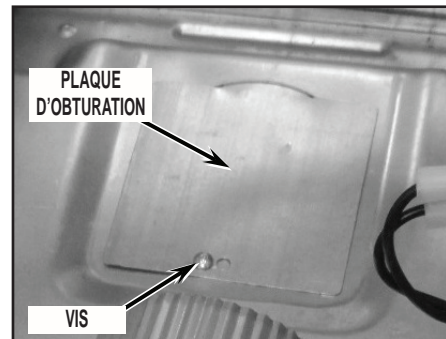

FIGURE 23
**REMARQUE :** Si la sècheuse était auparavant configurée pour la décharge par le bas, installer la plaque d'obturation métallique depuis l'intérieur de la sècheuse pour obturer dans le panneau inférieur le trou de sortie du conduit de décharge précédent extrait; utiliser la vis de fixation fournie avec l'ensemble; voir la *Figure 23*.